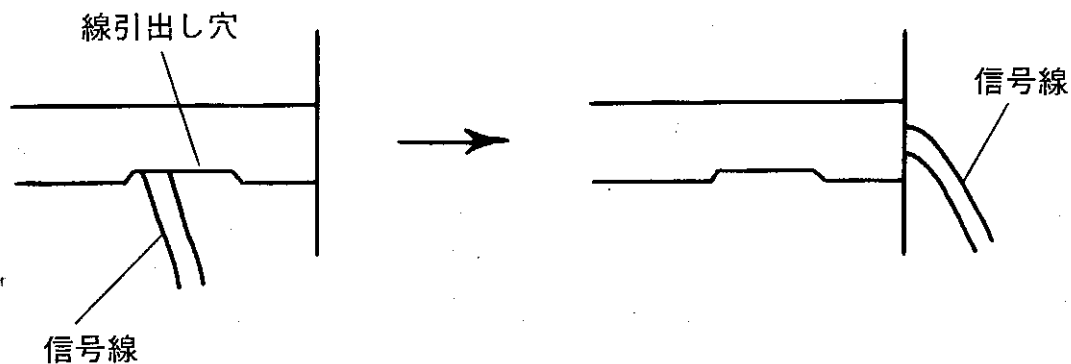
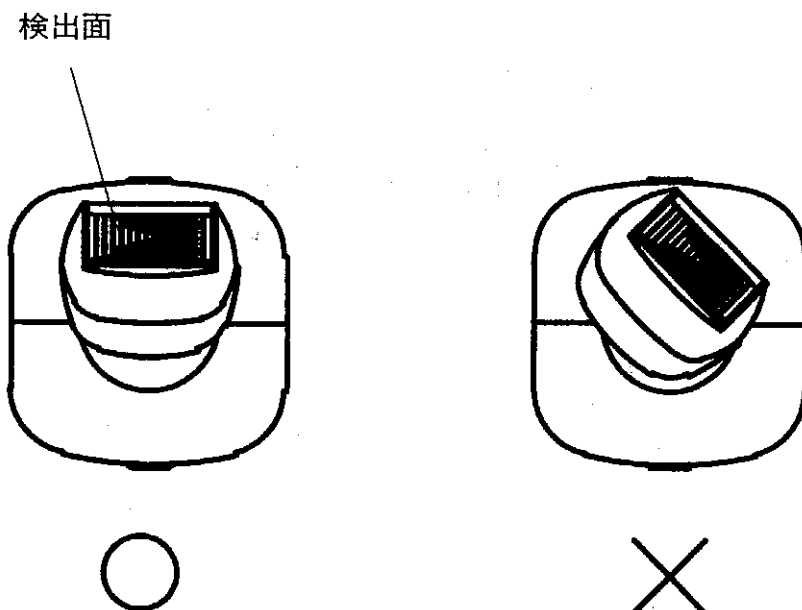

図4 コードの引き出し
図5 検出面の固定
- ① 水分センサのコードを取り付け面より貫通させて使用するときは、図4のようにコードをパイプロ口から引き出してください。
- ② 水分センサ部を付属のタッピングネジなどで固定して下さい。
- ③ 検出部の長さは六角ボルトで長さ調整ができます。(430mm~580mm)
- ④ 六角ボルトで固定する際、図5のように検出面が真上を向くように(検出面が横に傾かないよう)に固定して下さい。